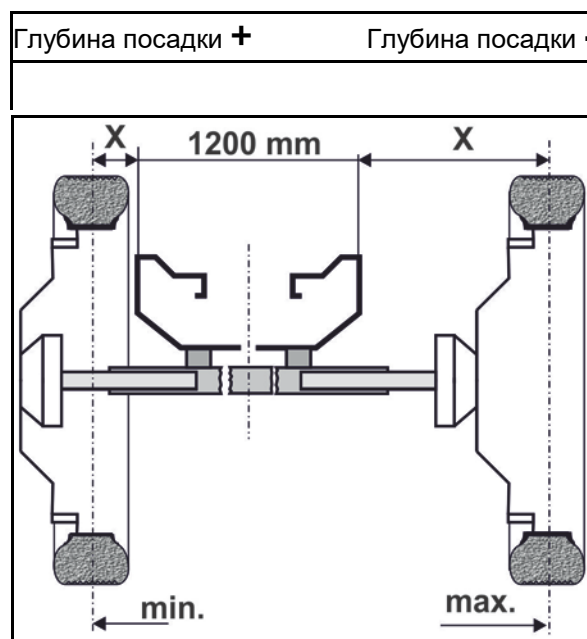

Рис. 119
5. Полуось вдвиньте или выдвиньте в необходимую позицию. Размер "х" при этом определяется от наружного края основной рамы (Рис. 119/1) до центра колеса опрыскивателя, и полуось образом задвигается и выдвигается соответствующим.